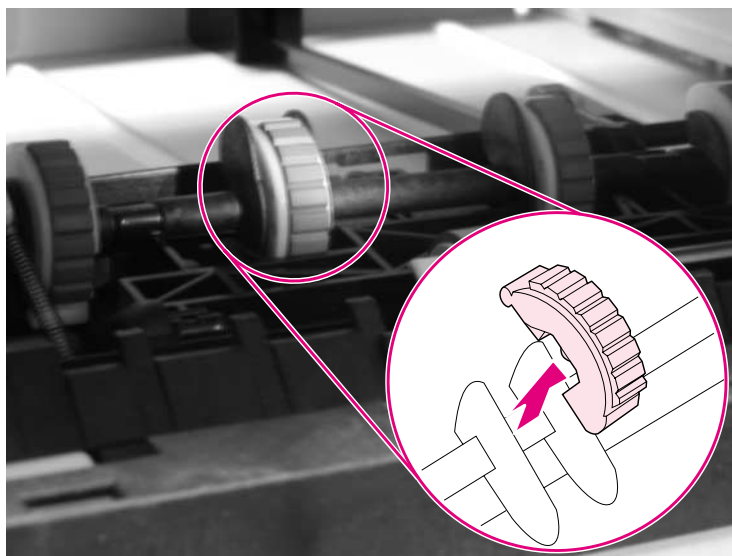

Figura 14
- 3 Ruotare ulteriormente la piastra del rullo di prelievo di 90 gradi per rimuovere completamente i rulli (Figura 14).